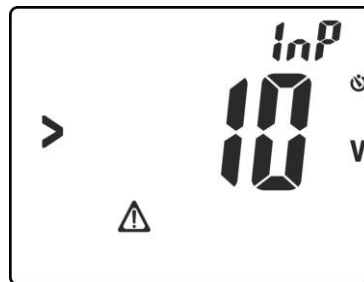

Fig. 17: Presencia tensión en los terminales de entrada
7. Pulse la tecla **GO/HOLD para activar la prueba**. La pantalla de Fig. 17 puede ser mostrada en el visualizador señalando la presencia de una tensión  $>10V$  presente en los terminales de entrada que bloquea el desarrollo de la prueba
7. Pulse la tecla **GO/HOLD** para **activar la prueba**. La pantalla de Fig. 17 puede ser mostrada en el visualizador señalando la presencia de una tensión **>10V** presente en los terminales de entrada que bloquea el desarrollo de la prueba